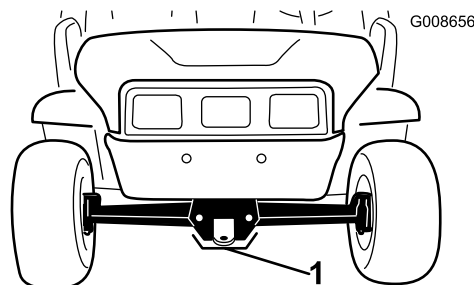

Figura 21
- El punto de elevación de la parte delantera de la máquina se encuentra en la parte delantera del bastidor, detrás del punto de remolque (Figura 21).